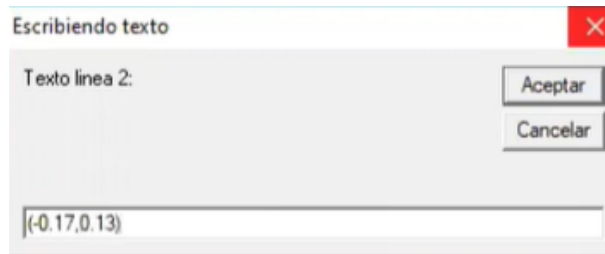

Figura 265. Coordenadas del vértice.
74. En la segunda ventana, introducir las coordenadas del vértice y presionar “Aceptar”. Figura 265.